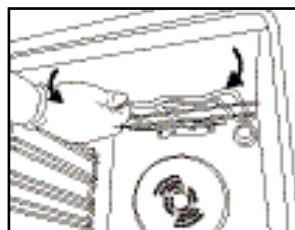
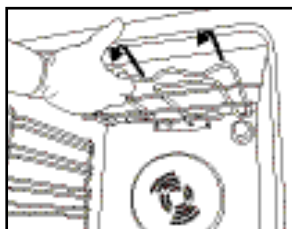

Fig.4
Fig.5
2. Tirez légèrement sur la résistance chauffante (Fig. 4) et abaissez-la (Fig. 5).